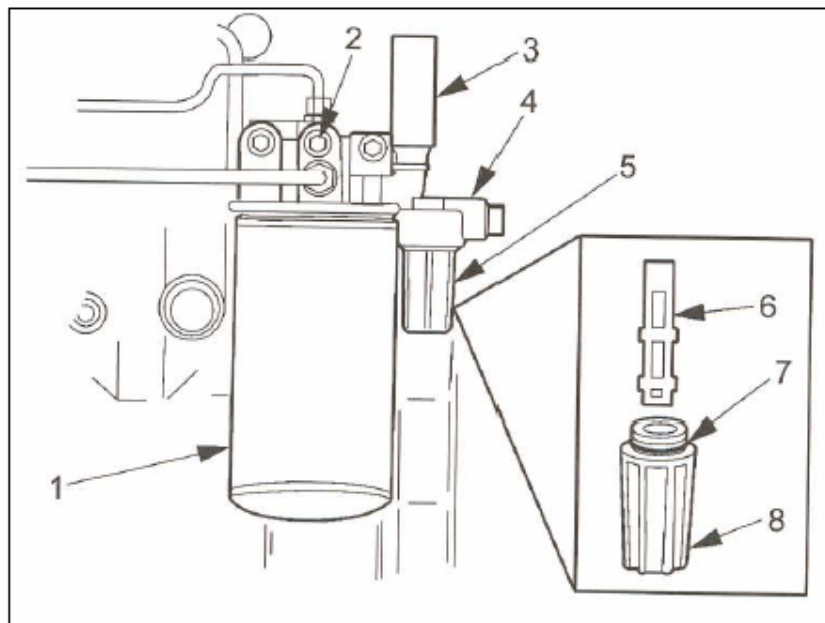

Рис.18. Компоненты системы питания двигателя топливом,
Процедура снятия фильтра грубой очистки топлива следующая (расположение компонентов системы питания двигателя топливом, относящихся к данной процедуре приведено на рис.18.):
Процедура замены фильтра тонкой очистки топлива следующая (расположение компонентов системы питания двигателя топливом, относящихся к данной процедуре приведено на рис.18.):
Процедура удаления воздуха (деаэрации) из системы питания двигателя топливом следующая (расположение компонентов системы питания двигателя топливом, относящихся к данной процедуре приведено на рис.18.):
- Слегка отверните пробку отверстия деаэрации системы питания двигателя топливом, расположенную на корпусе крепления топливного фильтра тонкой очистки топлива, см. рис.18. или нажмите на шток клапана-золотника.;